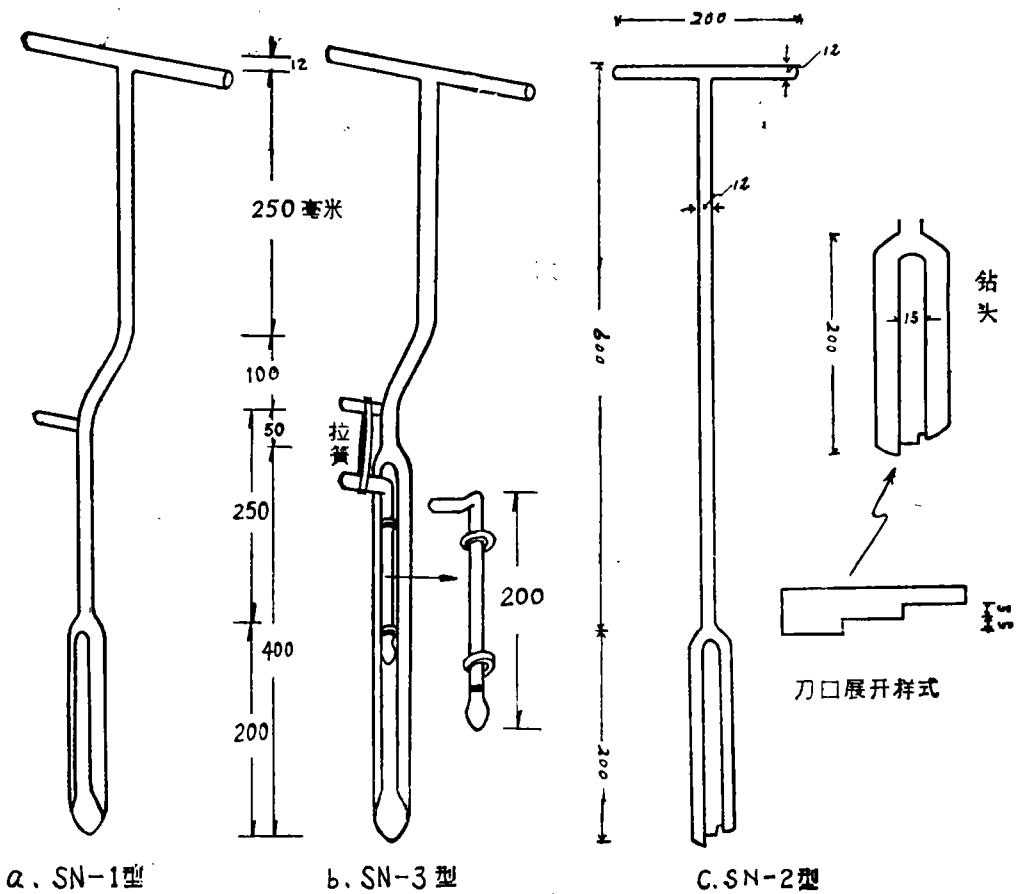

图2 三种诊断取土钻
**SN—1型诊断取土钻** 脚踩式，可均匀采取40厘米土层的土样（图2—a）。
**SN—2型诊断取土钻** 齿型刀口，旋转式，刀口齿形依次突出，每齿高为5毫米。在旋转采土时，将表土逐步切割，可减轻阻力，较螺旋刀口省力。可采60厘米土层的土样（图2—c）。
**SN—3型诊断取土钻** 脚踩式，脚蹬退土，可采40厘米土层土样（图2—b）。